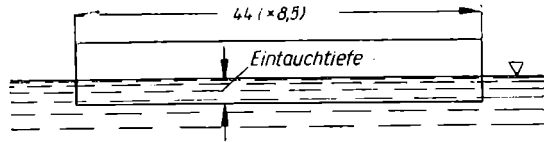

Bild 229
44. Ein Prahm, ein rechteckig prismatischer Kasten, ist durch eingebaute Dampfmaschine mit Propeller fortzubewegen, hat 44 m Länge und 8,5 m Breite und taucht unbeladen 1,9 m tief in das Wasser ein (Bild 229). a) Wie groß ist sein gesamtes Eigengewicht? b) Welchen „Tiefgang“, d. h. welche Eintauchtiefe, erhält der Prahm, wenn er mit 210 Kubikmetern gebaggertem Sandes von der Wichte 1,6 kp/dm³ beladen ist?